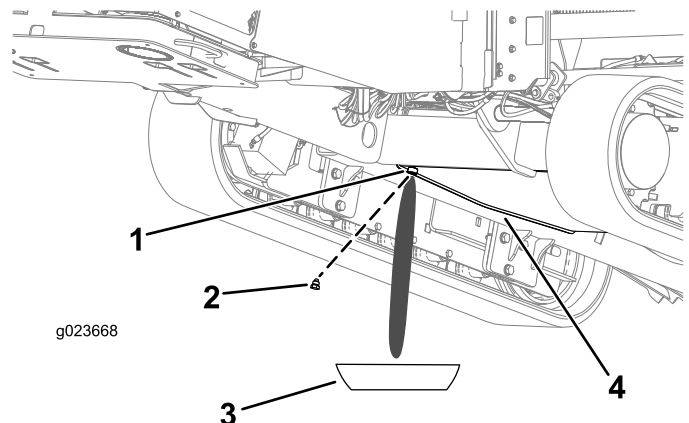

Figura 94
- Afloje el tapón de vaciado y drene el agua y los sedimentos (Figura 94).